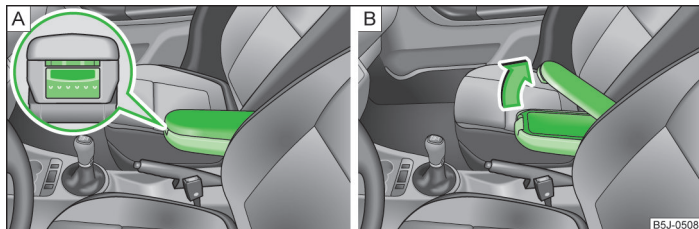

Fig. 73 Accoudoir : vide-poches/ouverture du vide-poches
- Appuyez sur la touche inférieure à l'avant de l'accoudoir » fig. 73 - .
- Appuyez sur la touche supérieure et relevez le cache du vide-poches » fig. 73 - .